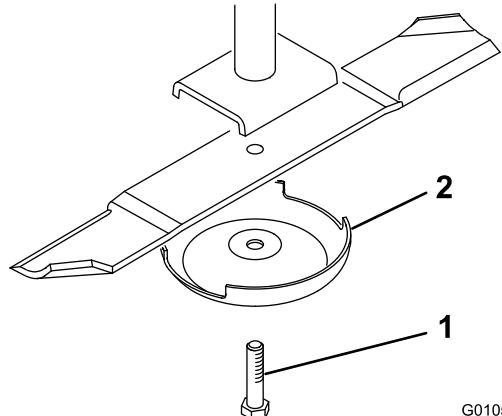

Figura 21
- Sujete el extremo de la cuchilla usando un paño o un guante grueso. Retire del eje de la cuchilla el perno de la cuchilla, el protector de césped y la cuchilla (Figura 21).